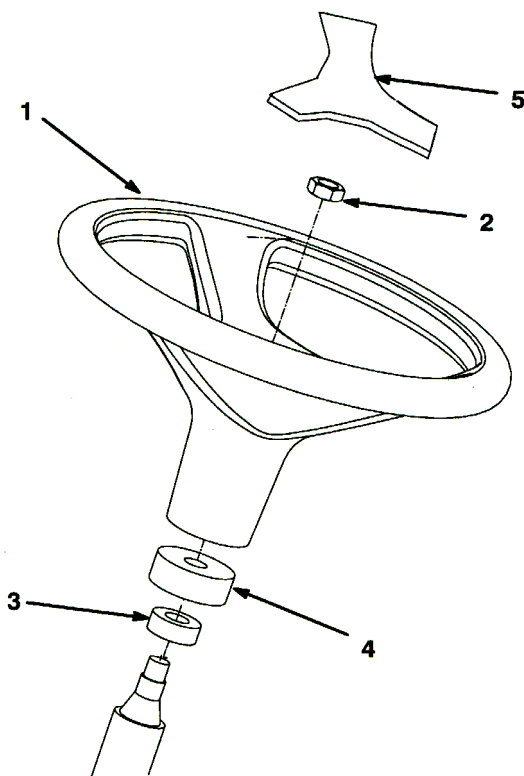

図2
1. シート・プレートからハンドルを取り出す。ハンドルからキャップを取る (図2)。
2. ハンドル・シャフトからジャム・ナットを外す。ウレタン製カラーとダスト・カバーがシャフトについていることを確認する (図2)。ハンドルをステアリング シャフトにはめ込む。